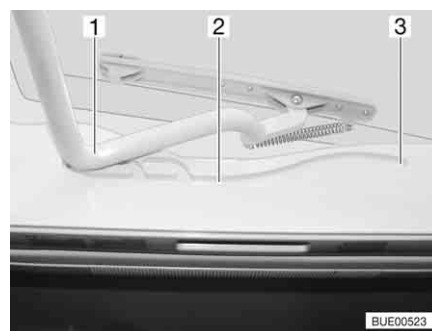

Fig. 81 Lanterneau Heki, glissière
- Tirer l'étrier (Fig. 81,1) dans les glissières (Fig. 81,2) jusque dans la position la plus reculée (Fig. 81,3).
- Pousser l'étrier (Fig. 81,1) légèrement vers le haut avec les deux mains.
- Tirer l'étrier dans les glissières (Fig. 81,2) jusqu'à la position souhaitée.